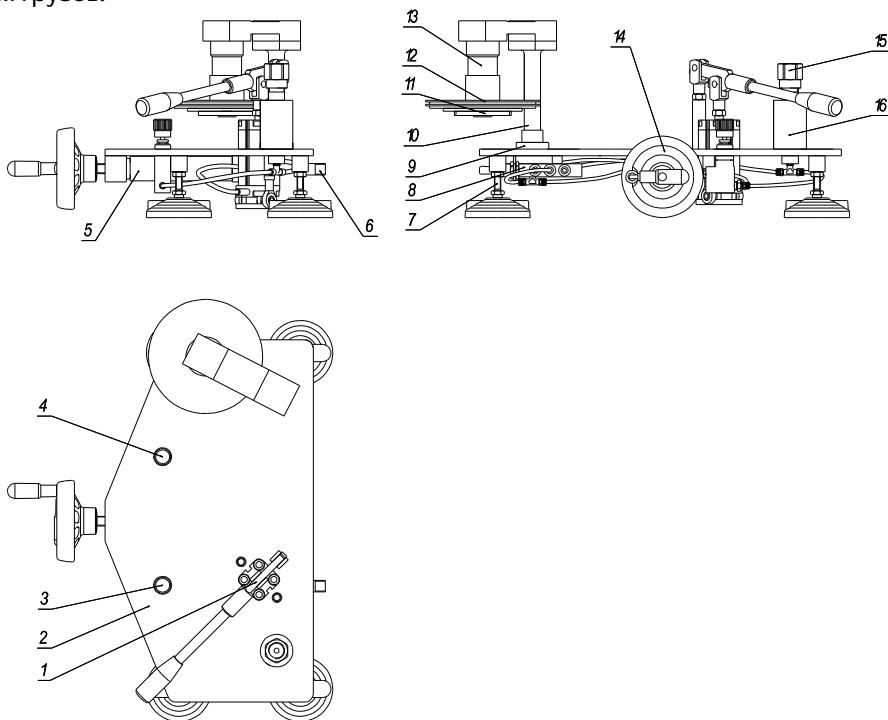
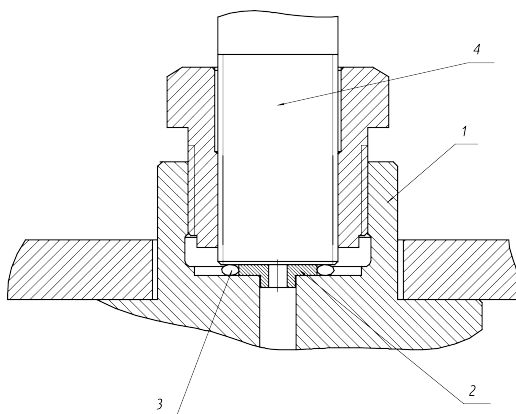
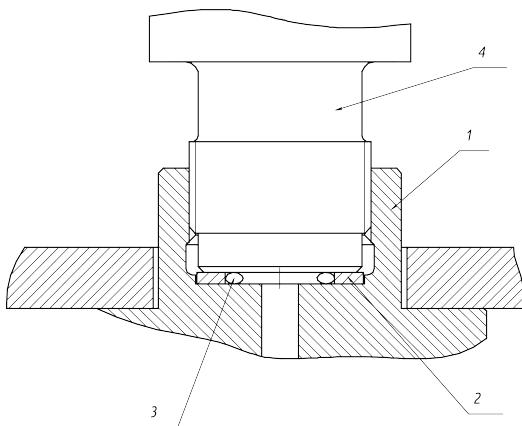

Рисунок 1. Манометр газовый грузопоршневой МГП-В.
Рисунок 7. Установка кронштейна для МГП-В.
Рисунок 8. Установка кронштейна для МГП-2.5, -10, -100.
6.6 Для МГП-В установите кронштейн 10 (Рис. 1) на стойку ИПС, как показано на рис. 7, установите вакуумную ИПС. Подтяните данные соединения гаечным ключом с небольшим усилием, достаточным для их устойчивого положения. Для МГП-2,5, -10, -100 установите ИПС на стойку, как показано на рис. 8. Так же подтяните ключом.